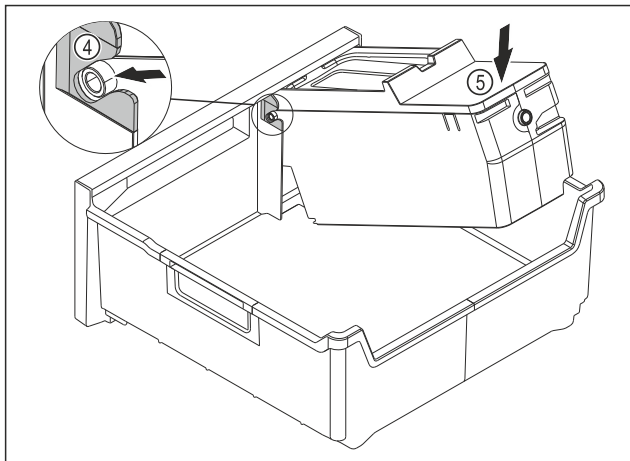

Fig. 145
- Montera EasyTwist-Ice-enheten: Skjut in axlarna på EasyTwist-Ice-enheten i styrningarna Fig. 145 (4).
- Tryck EasyTwist-Ice-enheten Fig. 145 (5) baktill nedåt.